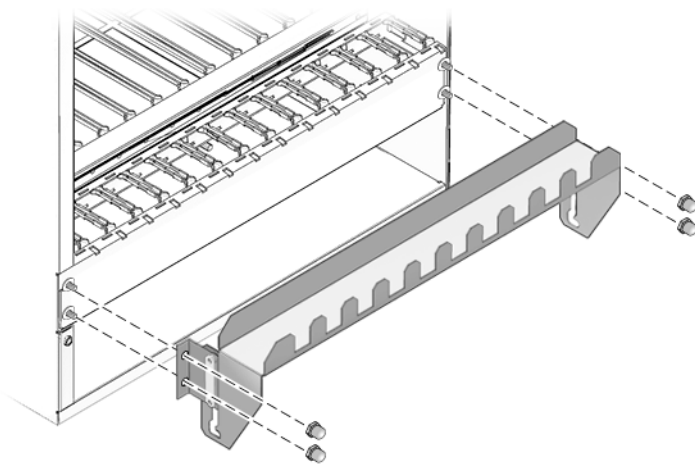

图 2-6 拆除前布线架
2. 使用 7 mm 套筒扳手拧下将前布线架固定到 Netra CT 900 服务器的四颗螺母（每侧两颗）（图 2-6）。